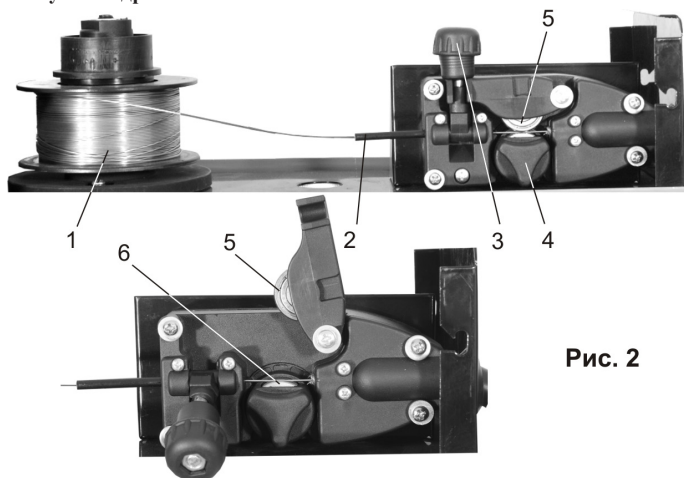

Рис. 2
2. Відкинути верхню кришку апарата. Встановити катушку як показано на рис.2. Пересвідчитись у відсутності петель на дроті. Проволока повинна легко розмотуватись. Перевірте, що цифри у верхній частині прижимного ролика відповідають діаметру використовуваного дроту, в іншому випадку переверніть його на 180 градусів. Обережно поверніть фіксатор (п. 4, рис. 2) проти часової стрілки та зніміть його.
3. Візьміть кінець дроту та обріжте його, вирівняйте зріз та продіньте дріт через направляючу трубку та систему роликів у дрогопровід так, щоб він заходив туди на 5-10 сантиметрів, заздалегідь послабивши регулюючий гвинт прижимного ролика (поз. 3, рис. 2) та відкинувши його ввєрх (рис. 2, справа). Дріт не гнути.